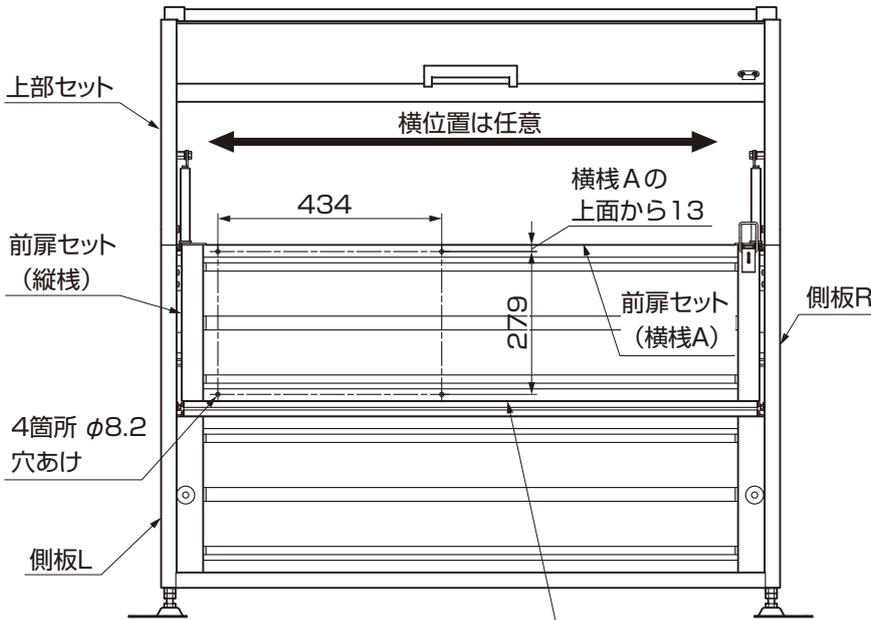

図15-1 前扉セット (横棧B)
- ①前扉セット (横棧A) と前扉セット (横棧B) にφ8.2の穴を4箇所あけてください。(図15-1参照)
- 上側2箇所の穴の位置は、前扉セット (横棧A) の上面から13mmの位置にあけてください。(図15-1参照)